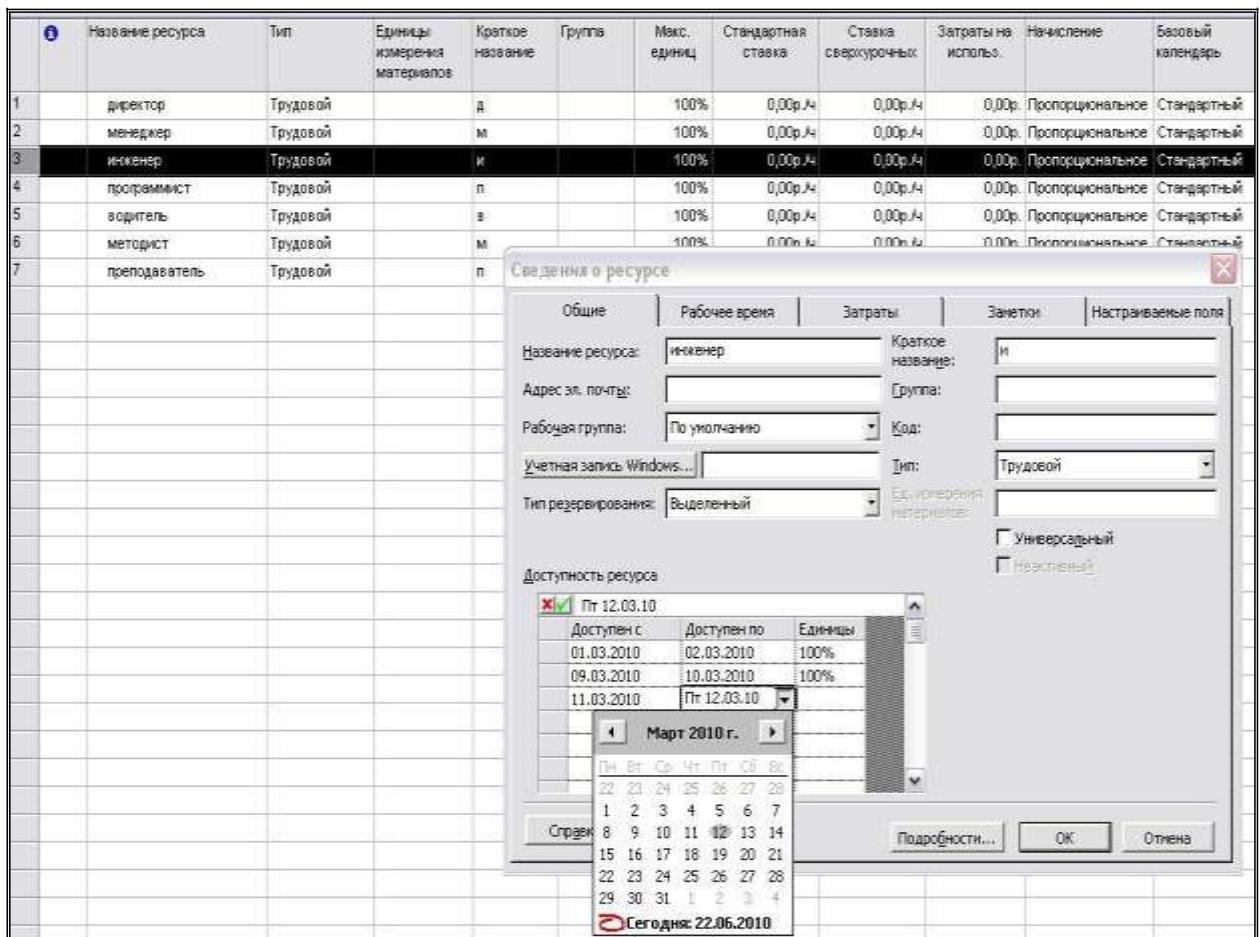

Рис. 15. Работа в диалоговом окне «Сведения о ресурсе»
2. Далее для заполнения информации о ресурсах удобнее использовать диалоговое окно «Сведения о ресурсе» (для этого дважды щелкните на названии ресурса). На вкладке *Общие* доступность инженера указать подробно по каждой задаче (рис. 15), т.к. оплата этого ресурса различается по задачам. Даты начала и окончания задач инженера смотрите в представлении Ганта. Доступность для остальных ресурсов можно не заполнять.